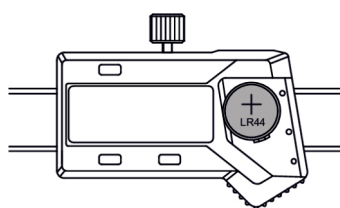

Abb. 2
- » Setzen Sie eine SR44- oder LR44-Batterie mit der positiven Seite (+) nach außen ein (Abb. 2).